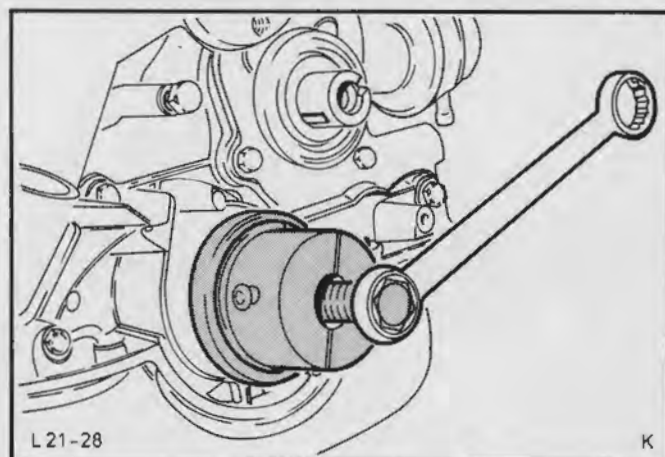
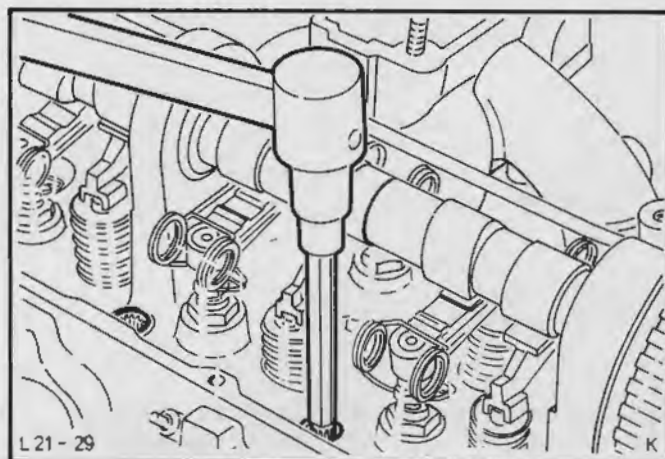

Fig.33. Træk krumtap tandremshjulet af med specialværktøj 21-028
Fig.34. Løsn topstykkeboltene med specialværktøj 21-002 (stjerne unbrakbolte)
10. Træk tandremshjulet af hjælpeakslen og krumtapakslen. Hvis krumtap tandremshjulet sidder fast anvendes specialværktøj 21-028, Fig.33.
12. Afmonter på vogne produceret før oktober 1984 topstykkeboltene (10 stk) med specialværktøj 21-002, Fig.34, idet de skrues af i den omvendte rækkefølge af tilspændingen. Fig. 33. Se tilspændingsrækkefølgen i Fig.64.